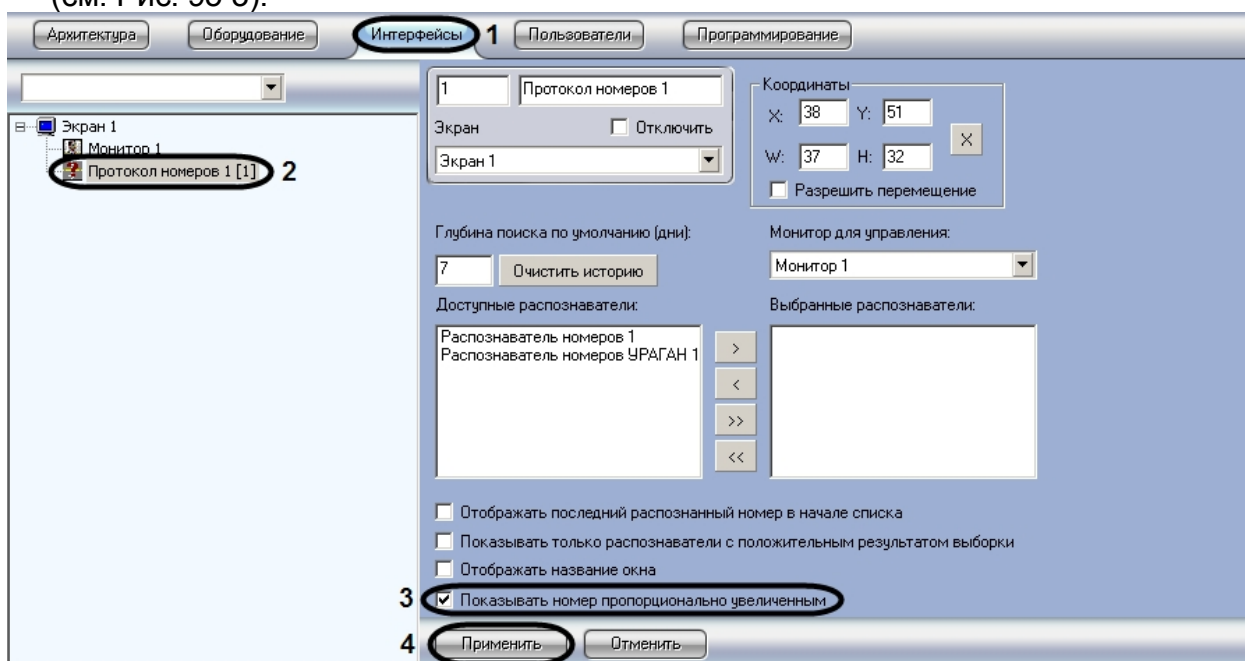

Рис. 95. Активирование функции отображения фотографии номера без искажения
1. Перейти на вкладку «Интерфейсы» диалогового окна «Настройка системы» (см. Рис. 95, 1).
2. Выбрать в дереве объект «Протокол номеров» (см. Рис. 95, 2).
3. Активировать флажок «Показывать номер пропорционально увеличенным» (см. Рис. 95 3).
4. Нажать кнопку «Применить» для сохранения настроек (см. Рис. 95, 4).